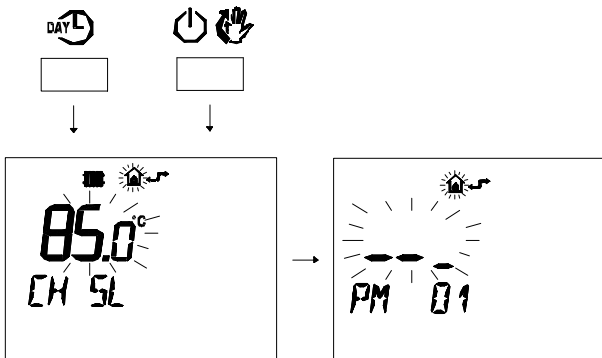

Figura 5.62
- Premere contemporaneamente i pulsanti **DAY L** e **POWER** per entrare nella programmazione trasparente (Figura 5.62).